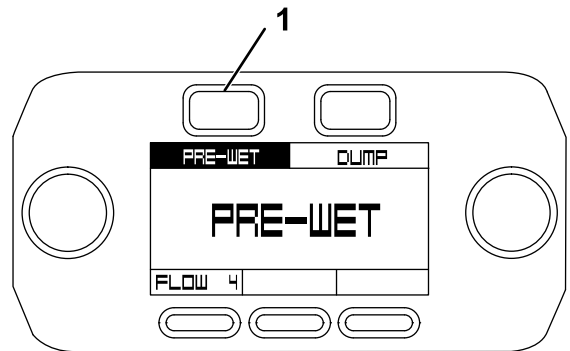

Bild 42
3. Betätigen Sie auf dem Bildschirm „Pre-Wet“ [Vorbenetzen] die Taste „Pre-Wet“ [Vorbenetzen] (Bild 42).